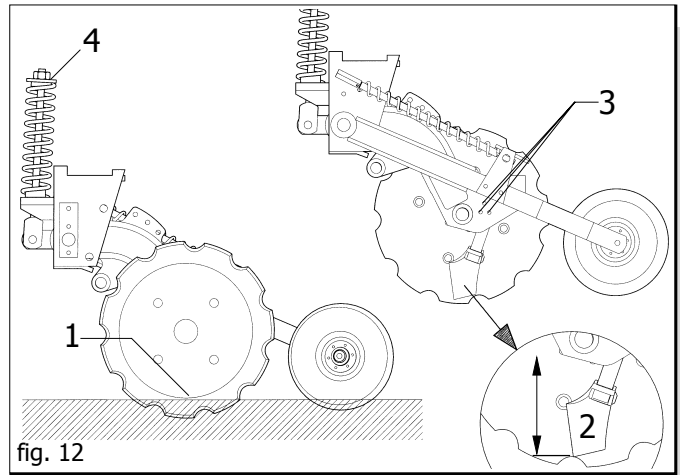

fig. 12
La profondeur pour déposer les graines est correctement déterminée lorsque le lest latéral au disque appuie sur le terrain (fig. 12 réf. 1).
a) on peut modifier la **position relative entre coudre verser et buttoir**, desserer les vis de fixation du soc (Fig.12, point 3) et le déplacer jusqu'à la hauteur voulue, (Fig.12, point 2).
**IMPORTANT !** : L'extrémité du soc ne doit jamais être plus profonde que les encoches que laisse le bord du disque entre une dent et l'autre (voir Fig.12).
- 4) Si besoin est régler tous les ressort de sécurité avec l'écrou (4 fig. 12) jusqu'à obtenir la position comme décrit au point (3).